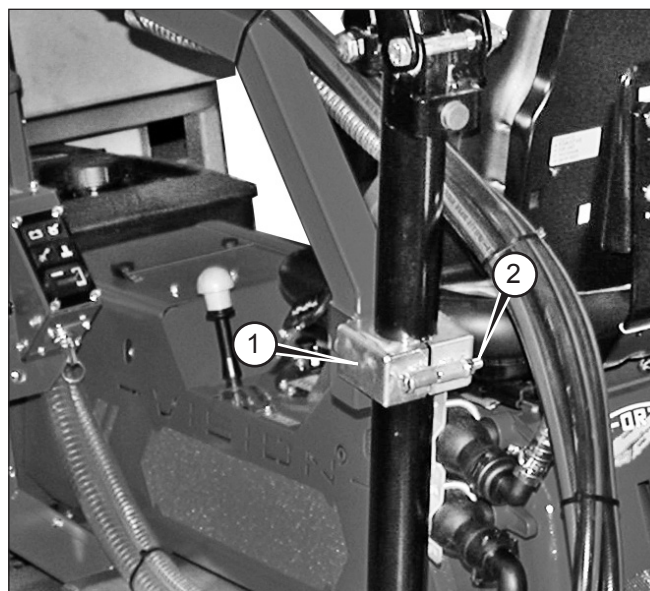

Fig. 20 - Staffa fissaggio gruppo comando
- 5) Staffa di fissaggio gruppo di comando (vedere Fig. 20).
- 1) Svitare la vite di serraggio (2 Fig. 20) della staffa di supporto gruppo comando in modo da essere libera da bloccaggi.
- 3) Serrare la staffa, reintrodurre la vite di serraggio (2 Fig. 20) e bloccare il gruppo comando in posizione.